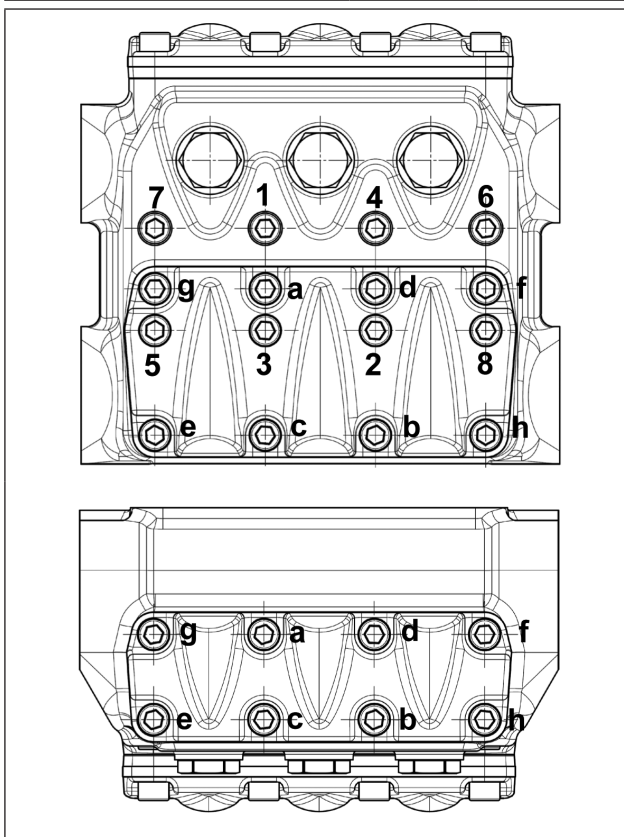

Fig. 47
- \*\*\* Os parafusos de fixação da cobertura da válvula devem ser apertados com chave dinamométrica, lubrificando a haste rosqueada, respeitando a ordem relacionada no esquema da Fig. 47.